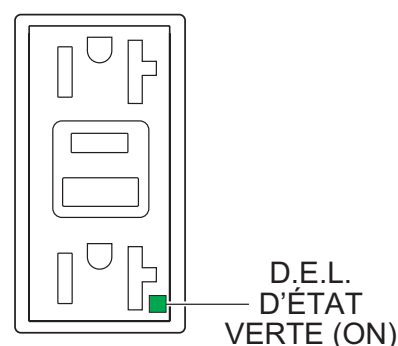

Figure 76. Réceptacle GFCI (ON)
3. Vérifiez que le **voyant d'état** du **réceptacle GFCI** correspondant (Figure 76) est **ALLUMÉE (VERT)**.